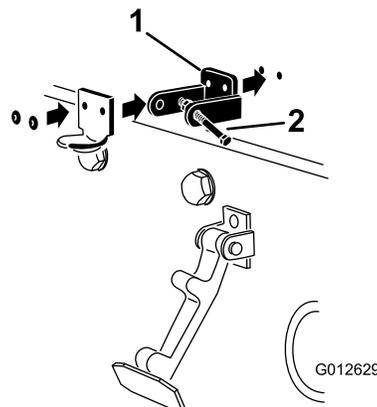

Figura 33
3. Enquanto alinha os orifícios de montagem, posicione o suporte da trava CE e o suporte do fecho do capô no capô. O suporte da trava deve estar contra o capô (Figura 33). Não retire o conjunto de porcas e parafusos do braço de suporte da trava.
5. Rebite os suportes e as arruelas ao capô (Figura 33).